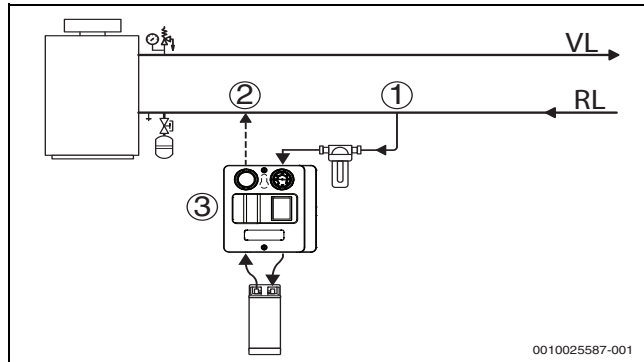
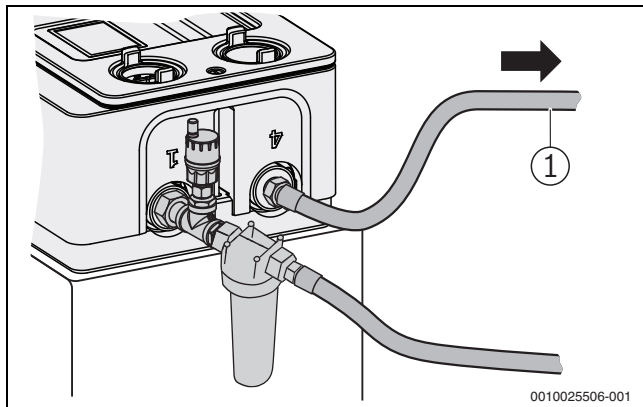

Fig. 6 Schéma de connexion du module de déminéralisation by-pass
Fig. 8 Raccordement du filtre d'eau et du retour
Le module est intégré dans l'installation de chauffage conformément au schéma de connexion (→ fig. 6) et aux indications suivantes :
- ▶ Raccorder le filtre d'eau avec purgeur automatique au module (raccord 1). Utiliser les joints. (→ fig. 8)
- ▶ Raccorder le premier flexible à l'entrée du filtre (utiliser le joint), mais ne pas relier à l'installation de chauffage. Poser l'extrémité ouverte à proximité de l'écoulement du sol ou, le cas échéant, dans un bac collecteur ou dans la deuxième caisse de transport. (→ fig. 8)
- ▶ Raccorder le deuxième flexible de retour d'eau de chauffage au module (raccord 4 ; → fig. 8) puis relier à l'installation de chauffage (→ fig. 6). Utiliser les joints.